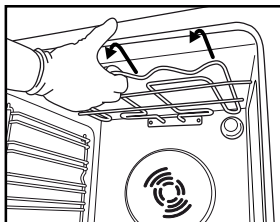
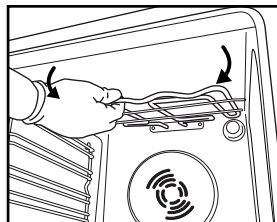

Abb. 4
Abb. 5
2. Ziehen Sie das Heizelement (Abb. 4) etwas nach vorn und senken Sie es anschließend ab (Abb. 5).